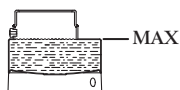

Fig. 4
- Skruva isär mokabryggaren i moturs riktning, ta bort filtertratten och fyll på med kallt vatten upp till ca. 2 - 3 mm nedanför säkerhetsventilen. (fig. 4)